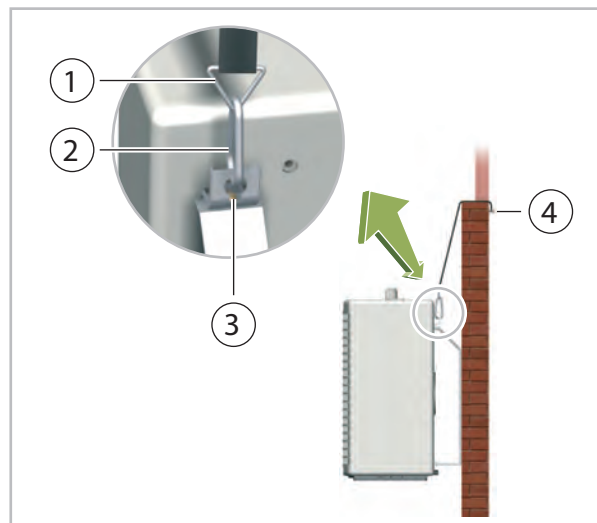

Fig. 11: Montage au mur extérieur avec courroies de fixation
- Suspendez l'autre extrémité des courroies de fixation aux vis à oeillets à poser par le client sur le mur ou sur la balustrade (Voir la Fig. 11). Veillez à ce que la fixation soit suffisante.